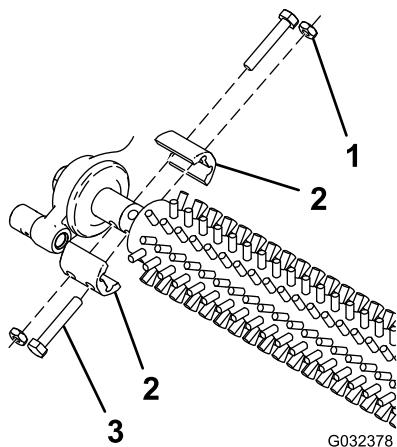

Bild 1
3. Entfernen und bewahren Sie die vier Schrauben, Klemmmuttern und Wellenklemmen auf, mit denen die Groomerbürste an beiden Seiten der Maschine befestigt ist (Bild 1).